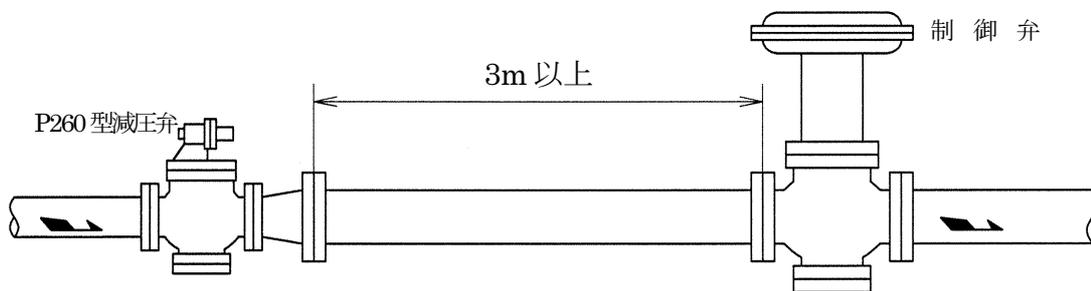

図 5 制御弁がある場合 (二次側)
3.6 減圧弁の二次側に制御弁を取付ける場合、減圧弁と制御弁の距離をできるだけ長く(3m 以上)とってください(図 5)。一次側に制御弁を取付ける場合も同様です。この場合、減圧弁は f)項の P260-DHC 型減圧弁をご使用ください。